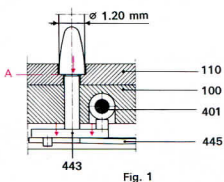

Fig. 1
- à l'aide d'une lame de tournevis de  $\varnothing$  1,20 mm exercer une pression sur l'axe de la tirette. Voir figure 1
- with a screwdriver blade of  $\varnothing$  1.20 mm exert a pressure upon the setting lever axle. See figure 1